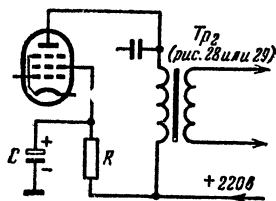

Рис. 31. Схема включения резистора в цепь экранирующей сетки с целью компенсации нелинейности кадровой развертки.
**Н.** — Кстати, для чего в цепь экранирующей сетки такого мощного пентода обычно включают резисторы  $R$  и развязывающий конденсатор  $C$  (рис. 31)?